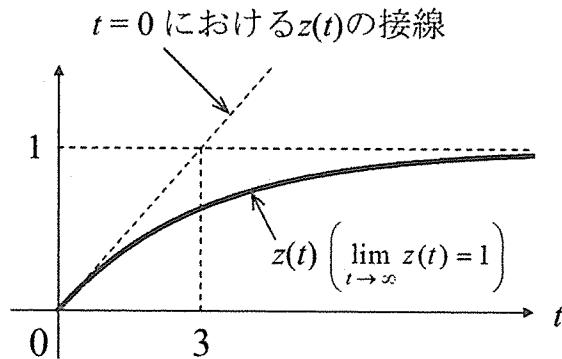

図4 1次遅れ系の単位ステップ応答波形 $z(t)$
- (4) 外乱 $d(t)$ を零とする。目標値 $r(t)$ が単位ステップ関数であるとき、任意の正の定数 K_1 に対して、制御量 $y(t)$ の応答波形を、図4に示す1次遅れ系の単位ステップ応答波形 $z(t)$ と一致させるための正の定数 τ と伝達関数 $C_2(s)$ を求めよ。